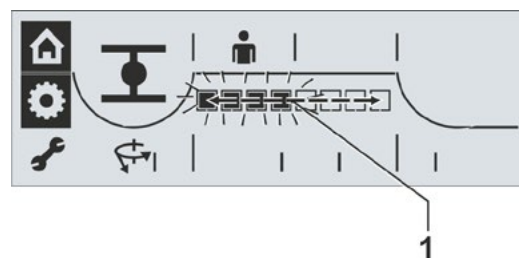

Fig. 2 : Échelle du couple de déconnexion
- Confirmer en appuyant sur le Drive Controller. Le symbole du couple de déconnexion (1) à la butée FERMÉ (2), ainsi que l'échelle (4) avec la plage de réglage de 30 à 100 % apparaissent en clignotant. Les segments (rectangles noirs) (3) indiquent le réglage actuel, un segment correspondant à un niveau de 10 %. La figure ci-contre montre ainsi que le couple de déconnexion réglé correspond à 60 % du couple maximal.
- Tourner le Drive Controller pour modifier le réglage (pour les classes de servomoteur A et B : 30 à 100 % ; pour la classe de servomoteur C : 50 à 100 %). Valeurs de réglage par régime : voir tableau ci-dessus. L'échelle (Fig. 2, Pos. 1) indique la modification.